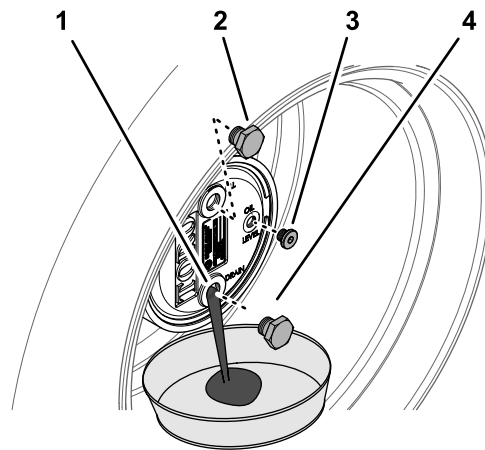

Рисунок 65
2. Снимите пробку заливного отверстия, расположенную в положении «12 часов», и пробку контрольного отверстия, расположенную в положении «3 часа» (Рисунок 65).
3. Подставьте сливной поддон под ступицу планетарной передачи, снимите пробку сливного отверстия, расположенную в положении «6 часов», и дайте маслу полностью стечь (Рисунок 65).
5. Установите пробку сливного отверстия в сливное отверстие корпуса планетарного редуктора (Рисунок 65).